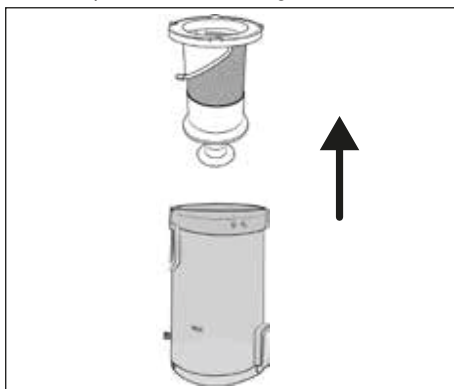

Fig. 19
- 4) Retirez le filtre en acier inoxydable **6** du bac à poussière **7**, en introduisant la main dans l'ouverture du filtre en acier inoxydable **6** et en le sortant du bac à poussière **7** (voir fig. 19).